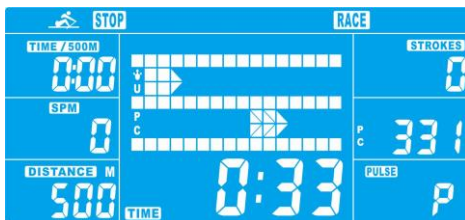

Abbildung 12
7.3 Um mit dem Training zu beginnen, die START/STOPP-Taste drücken. Das LCD-Display zeigt den Trainingsstatus von BENUTZER & PC an (Abbildung 12). PC